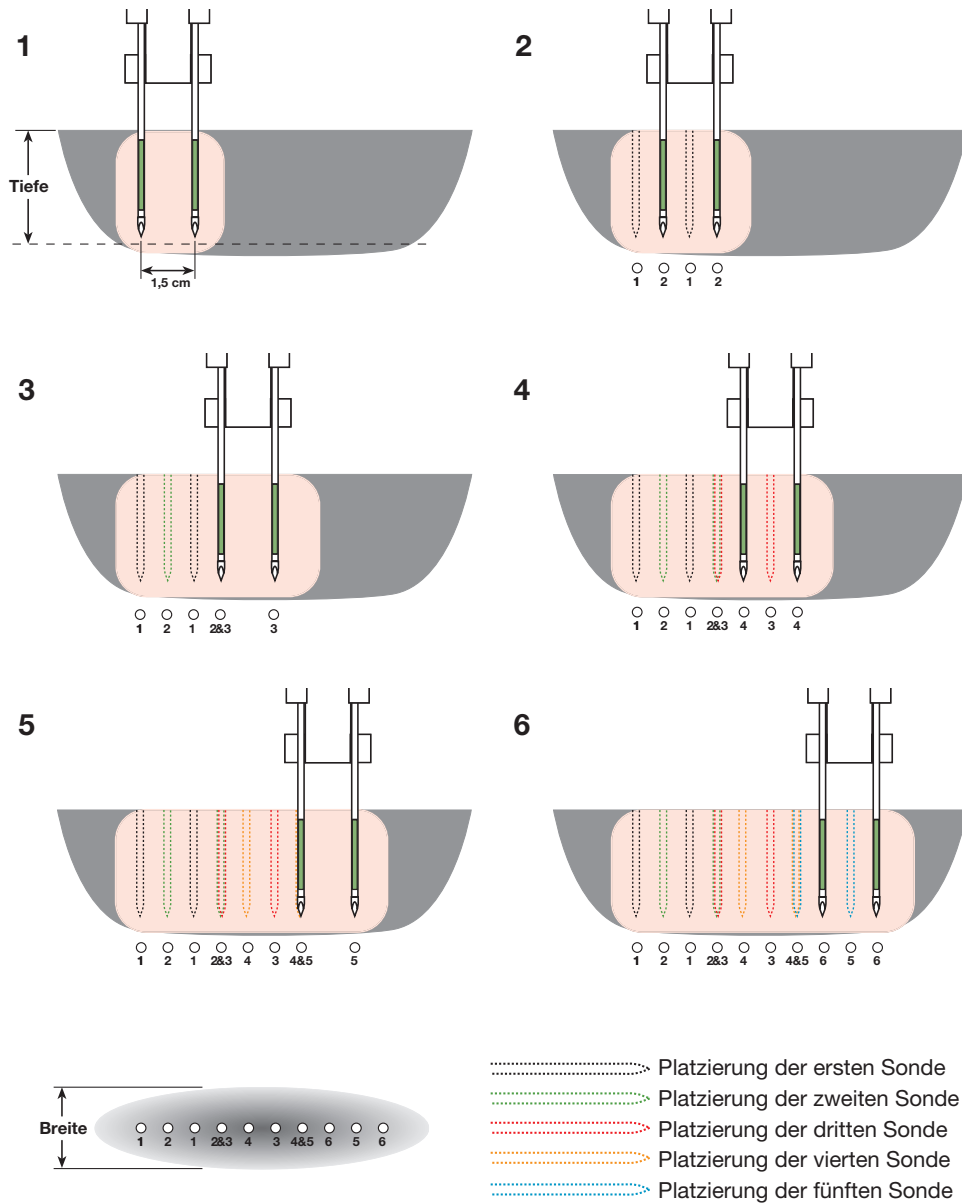

Abbildung 4-28: Positionierung von zwei Sonden bei der Oberflächenkoagulation.
3. Zwei (2) NeuWave Ablationssonden in die chirurgische Klemme einführen. Die Verwendung der chirurgischen Klemme sorgt dafür, dass ein Abstand von 1,5 cm zwischen den Sonden eingehalten wird; außerdem gewährleistet die Klemme eine parallele Sondenposition.
4. Die Abbildung 4-28 dient als Leitlinie für die Sondenplatzierung. Zwei (2) Sonden in das Zielgewebe einführen. Die erste Platzierung entspricht den beiden Sonden in Abbildung 4-28 unter Punkt 1.
Wichtig: Bei jedem Einführen einer Sonde darauf achten, dass die Sonden mindestens 1 mm über den durchgängig grünen Bereich der Sonde hinaus eingeführt werden (siehe auch Abbildung 4-28). Werden die Sonden nicht tief genug eingeführt, so kann ein Fehler wegen reflektierter Leistung auftreten.
6. Die Sonden aus dem Zielgewebe entfernen und linear bewegen, sodass eine Sonde zwischen den Koagulationszonen liegt, die durch die Platzierung der ersten Sonde entstanden sind (siehe Sondenanordnung in Abbildung 4-28 unter Punkt 2).
8. Die Sonden aus dem Zielgewebe entfernen und linear bewegen, so dass eine Sonde etwa an der gleichen Stelle liegt wie die früher platzierte Sonde und eine Sonde sich im nicht koagulierten Gewebe befindet (siehe Sondenanordnung in Abbildung 4-28 unter Punkt 3).
10. Mit der Bewegung der Sonden und der Energiezufuhr fortfahren, dabei Abbildung 4-28 als Leitlinie verwenden.
11. Abbildung 4-28 bietet eine visuelle Anleitung für die Platzierung der 6 separaten Sonden während des Verfahrens. Dasselbe Muster kann für Verfahren verwendet werden, bei denen weitere Sondenpositionierungen erforderlich sind.